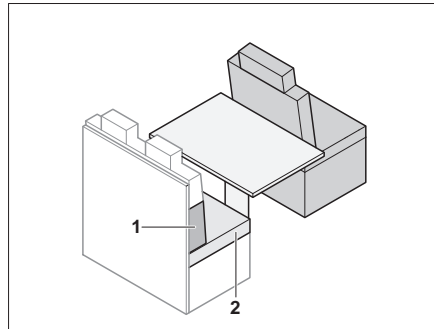

Fig. 143 Antes de la transformación
- Quitar el cojín del asiento (Fig. 143,2).
- Poner el cojín del respaldo (Fig. 143,1) entre el cojín del asiento y la pared dorsal. Tener en cuenta la forma de cuña.